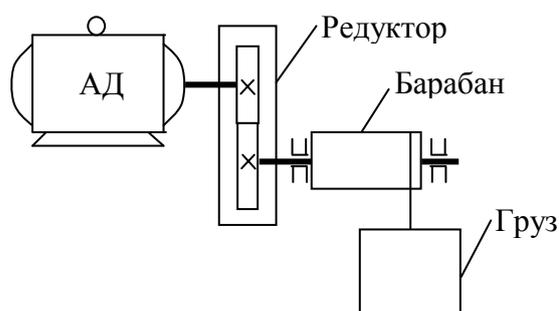

Рис.1
1.1. Для главного привода подъемного механизма, выполненного по кинематической схеме, приведенной на рис.1, в соответствии с индивидуальным заданием выбрать асинхронный электродвигатель (АД) с фазным ротором, тип и марку редуктора. Режим работы электропривода – повторно-кратковременный (**S3**).